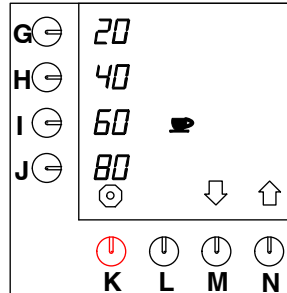

Fig. 25 Ändring av de förprogrammerade valtangenterna för koppar
- Tryck på valtangenten (N.)↑ tills fig. 25 visas på displayen.